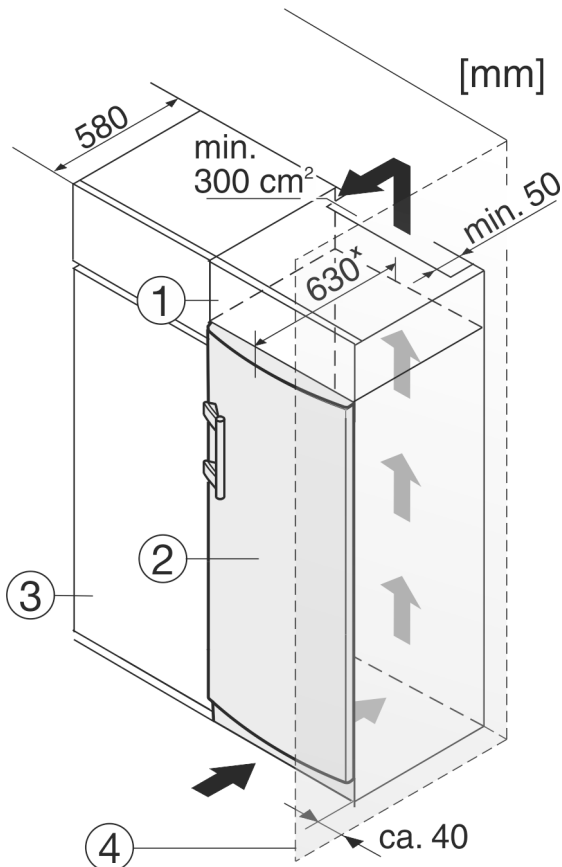

Fig. 10
- (1) Шафа для встановлення на пристрій
(2) Пристрій
- (3) Кухонна шафа
(4) Стінка
Перед встановленням пристрою можна змінити його конструкцію відповідно до кухонної шафи. Щоб привести висоту пристрою Fig. 10 (2) у відповідність із розмірами кухонної ніші, можна встановити на нього спеціальну шафу Fig. 10 (1).
У разі переобладнання кухонними шафами (глибина щонайбільше 580 мм) пристрій можна встановити безпосередньо поруч із кухонною шафою Fig. 10 (3). Пристрій виступає за передню частину кухонної шафи на 34 мм * з боків і на 50 мм * посередині.
Якщо пристрій із шарнірами встановлюється поруч зі стіною Fig. 10 (4), відстань між пристроєм і стіною має становити щонайменше 40 мм. Це відповідає необхідній відстані для ручки після відкриття дверцят.